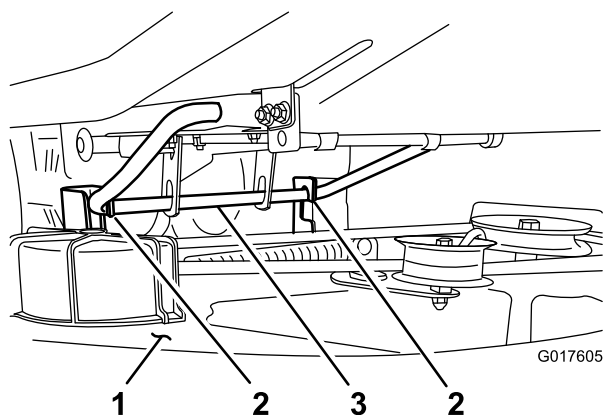

Figura 35
7. Alzate il tosaerba e i supporti di sostegno dall'asta di sollevamento posteriore e abbassate con cautela il tosaerba al suolo (Figura 35).
7. Alzate la parte posteriore del piatto di taglio e guidate i supporti di sospensione lungo l'asta di sollevamento posteriore (Figura 35).